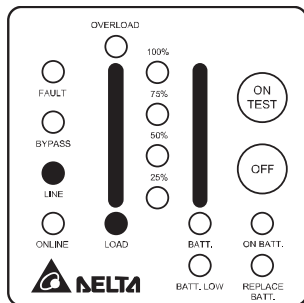

图 3-3.1 待机模式
- 打开输入断路器后, 风扇将转动, 所有 LED 灯亮 2-3 秒。同时 UPS 内中央处理器决定初始参数, 用户亦可检查所有的 LED 指示灯是否正常。初始时 UPS 处于【待机模式】, 负载 LED 灯亮, 市电 LED 灯亮表示在待机状态, 见图 3-3.1 。